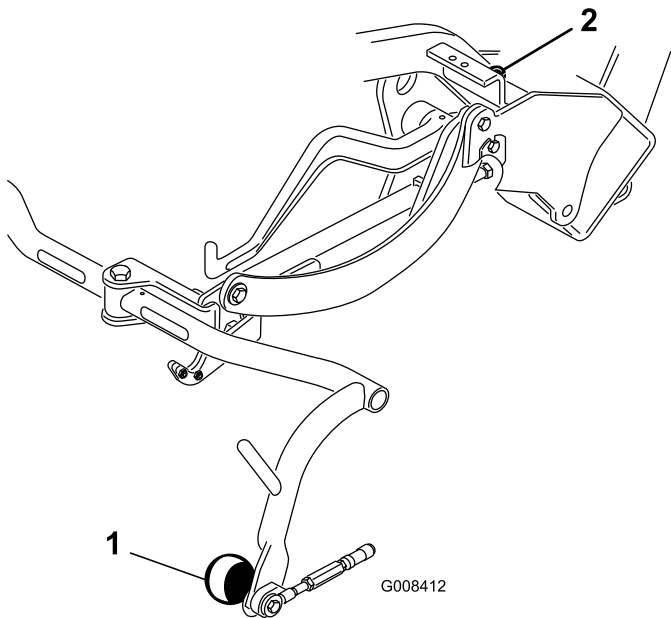

Bild 9
4. Sollte eine Einstellung erforderlich sein, lösen Sie die Klemmmutter an der Anschlagsschraube des Trägerrahmens (Bild 9) und drehen Sie die Schraube nach oben oder unten, um den Trägerrahmen anzuheben oder abzulassen. Ziehen Sie die Klemmmutter an, um die Einstellung beizubehalten.